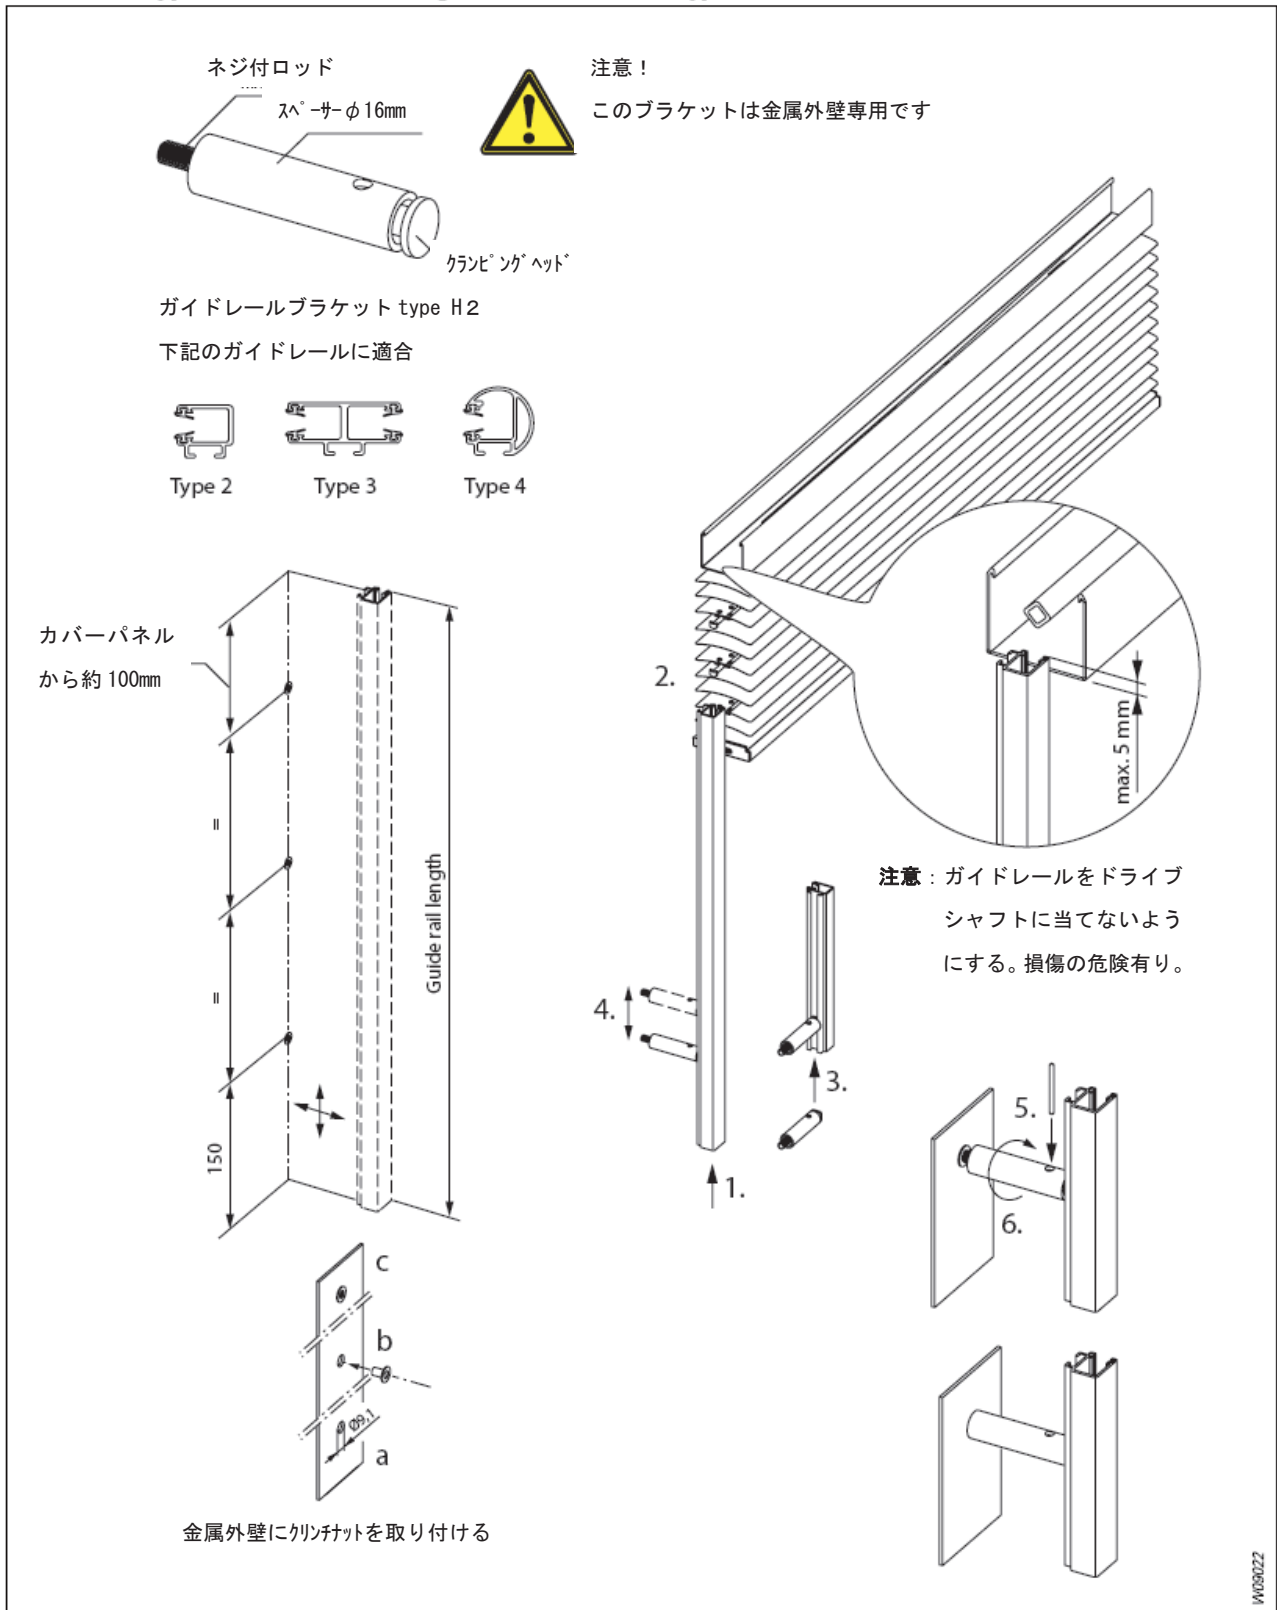

図 15 ガイドレール type 2、3、4 (ガイドレールブラケット type H 2を用いる)
- 壁に取り付けるクリンチナットの位置を計り、印をつけてください。その際、図 15 に示した位置に注意してください。
(図 15 参照)
! スペーサーパイプをドライバーを用いて回転させる (図 15 参照)。プライヤーなどで挟んで回転させないように。